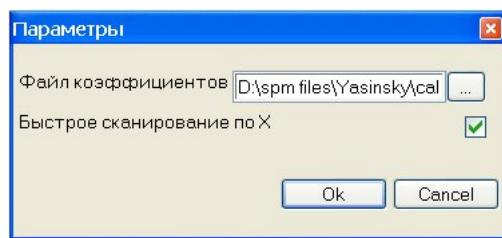

Рис. 3.24. Настройка параметров для исправления искажений.
3. Сохраненный файл устанавливается в качестве файла коэффициентов в окне параметров (рис. 3.24).